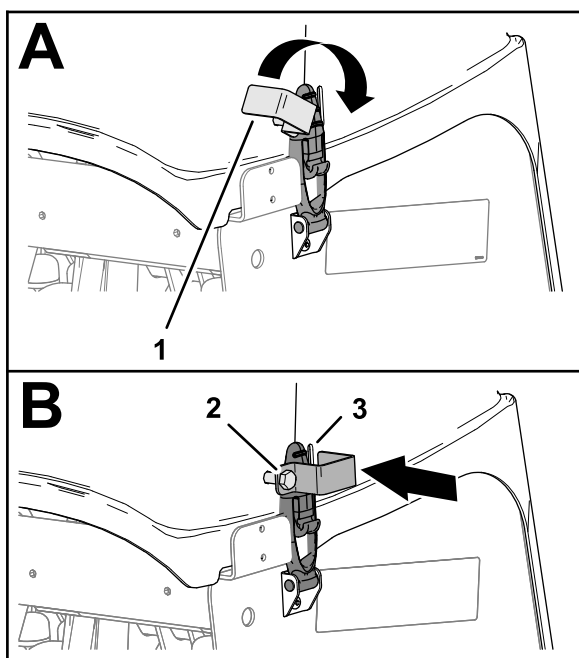

Figure 143
3. Si la machine est équipée de verrous CE, faites pivoter la plaque de verrouillage jusqu'à ce qu'elle soit en face de la fente dans le côté du capot de la tête d'aération (Figure 143).
4. Serrez le boulon de la plaque de verrouillage (Figure 143).